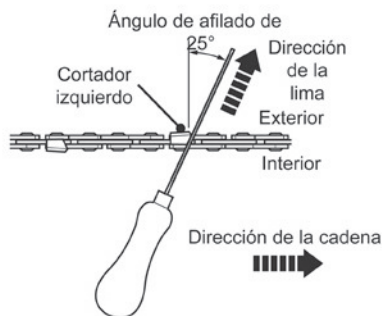

Fig. 73
- > Lime con un ángulo perpendicular a la espada y con un ángulo de 25° con respecto a la dirección de desplazamiento (Fig. 73).